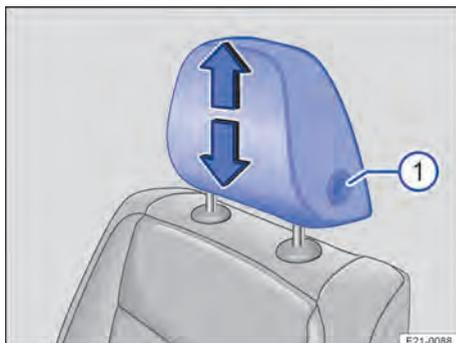

Fig. 71 Primeira fileira de bancos: ajustar o apoio para cabeça.
1. Deslocar o apoio para cabeça no sentido da seta e, com o botão pressionado → Fig. 71 ⓘ, empurrar para cima ou para baixo.